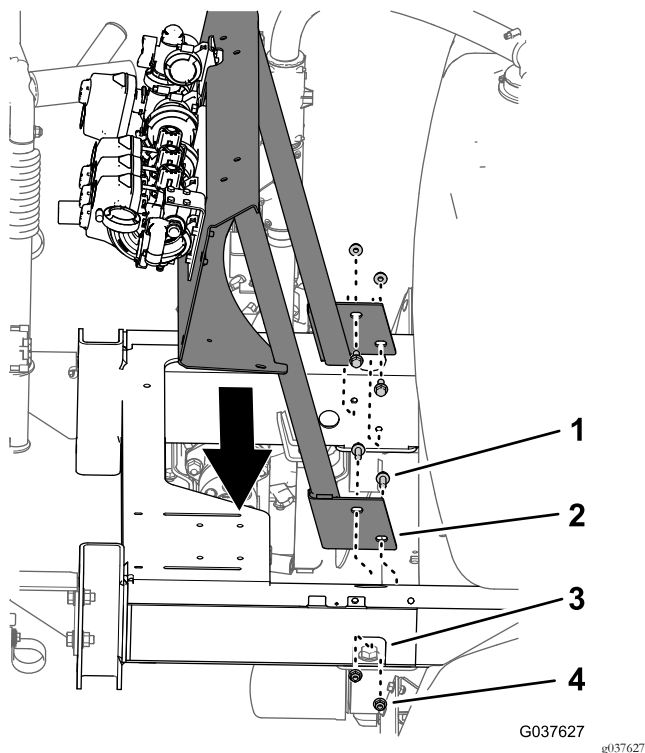

Figura 50
1. Alinhe os furos na montagem da válvula com os furos na estrutura da máquina (Figura 50).
2. Monte a montagem da válvula na estrutura (Figura 50) com os quatro parafusos de cabeça flangeada (3/8 x 1 pol.) e as quatro porcas de bloqueio flangeadas (3/8 pol.) que retirou em Retirar o suporte da válvula \(página 21\).